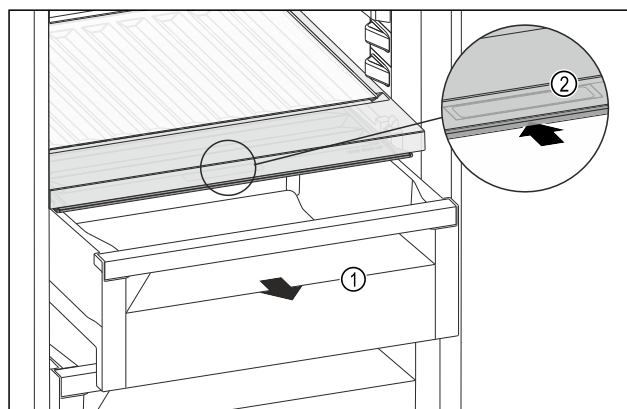

Fig. 159
- Træk skuffen Fig. 159 (1) ud.
- Tag fat i grebsforsænkningen Fig. 159 (2) i bokslåget, og skub samtidigt bokslåget tilbage.